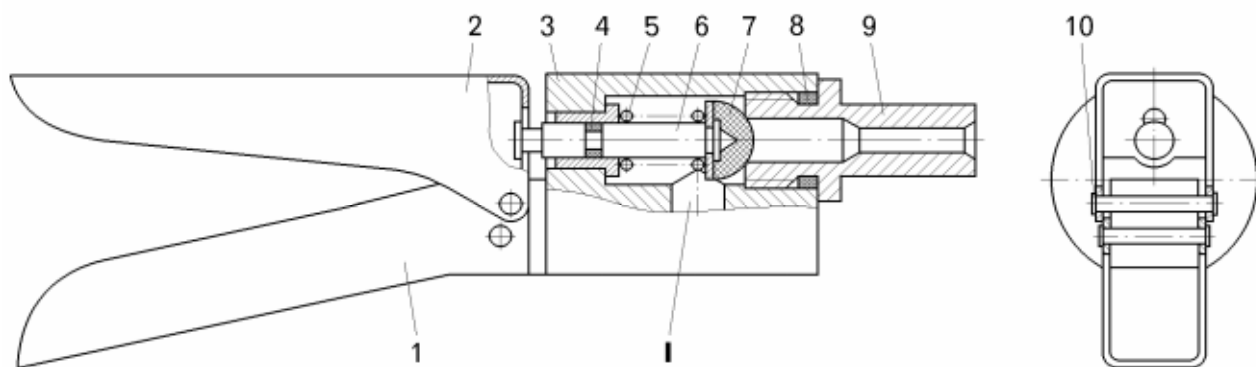

Рисунок 15.4 — Запорное устройство:
- высверлить штифт 10 (рисунок 15.4) верхнего рычага;